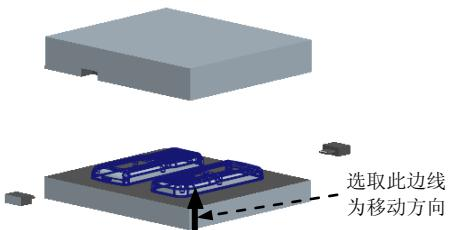
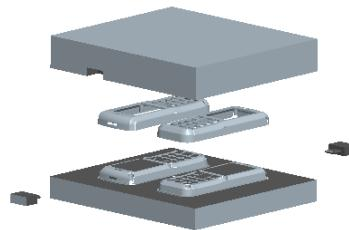

图 31.37 移动方向
图 31.38 移动零件
Step4. 开模步骤3：移动零件。选取图31.37所示的边线为移动方向，然后输入要移动的距离值50。移出后的状态如图31.38所示。